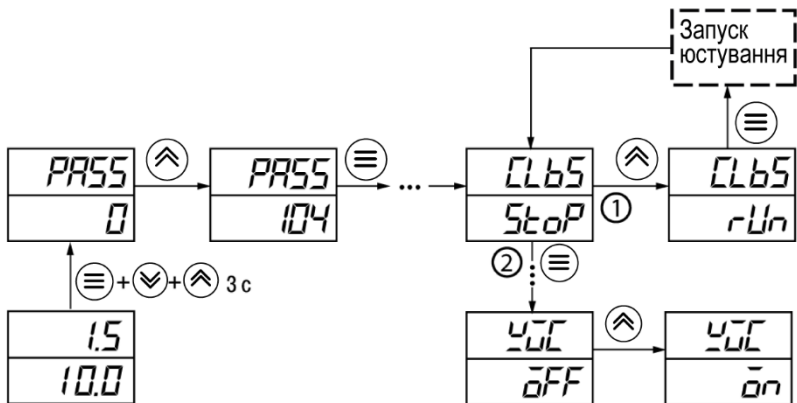

Рисунок 8.6 – Послідовність роботи під час юстування
5. Установити в параметрі $\bar{c}Lb5$ значення rLn і натиснути кнопку , як показано на *рисунок 8.6*